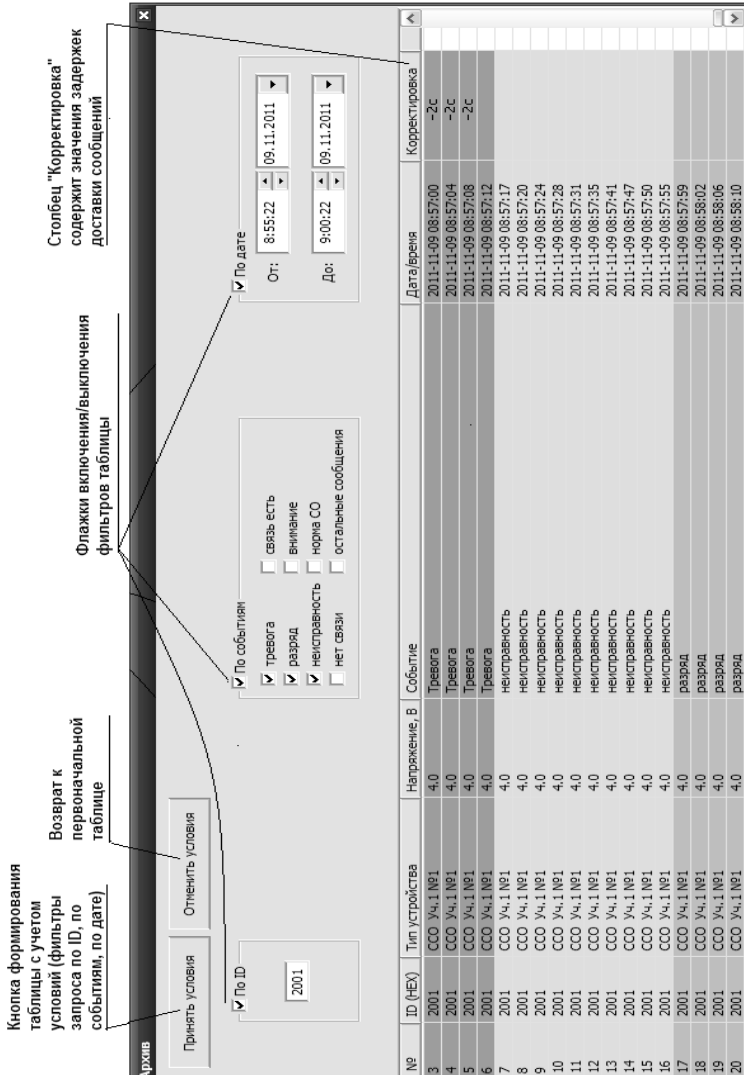

Рисунок 7.10 – Окно «Архив»
- выбрать «Просмотр архива» в меню «Настройка», отобразится окно «Архив», рисунок 7.10;